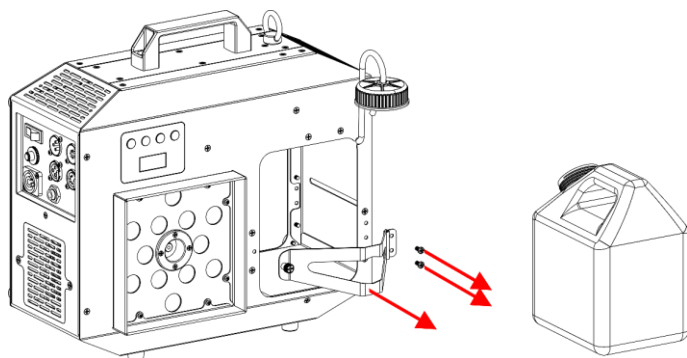

Fig. 12
- 07) Verwijder de 2 schroeven en de **beugel voor de vloeistoftank (03)**, zoals getoond in Fig. 12.